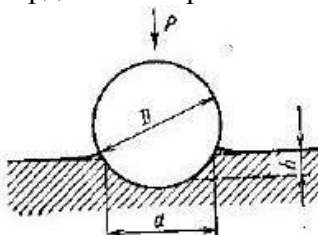

Рис.1.
1. Назвать тип кристаллической решетки кубической металла (см.рис.1)